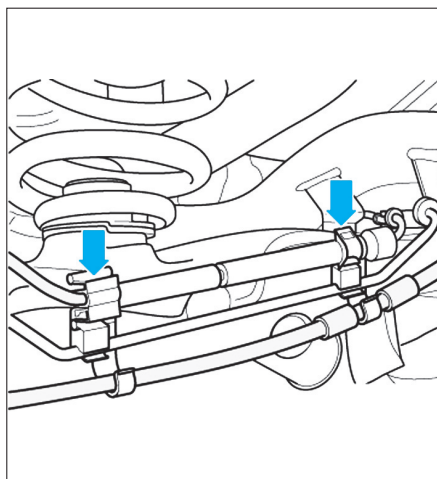

Fig. 50
- Déposer le câble des supports situés sur le bras de suspension (flèches) (Fig.50).